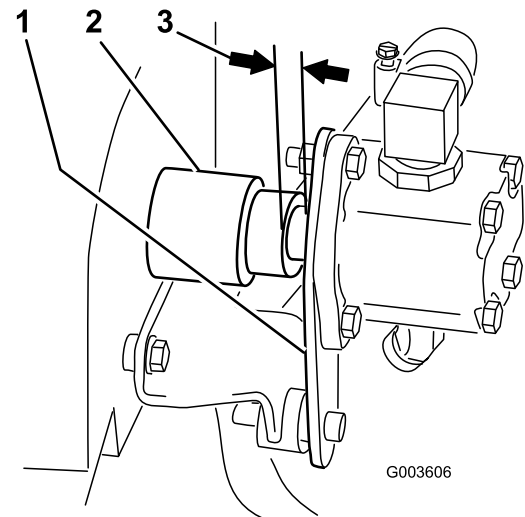

**図 21**
**注** 油圧ポンプのシャフトがエンジンの PTO シャフトに接触する 図 21。
11. 2本の固定ねじ 5/16 x 3/4 インチにねじゆるみ止め接着剤取り外し可能タイプを塗り、ハブアセンブリを油圧ポンプのシャフトに固定する 図 21。